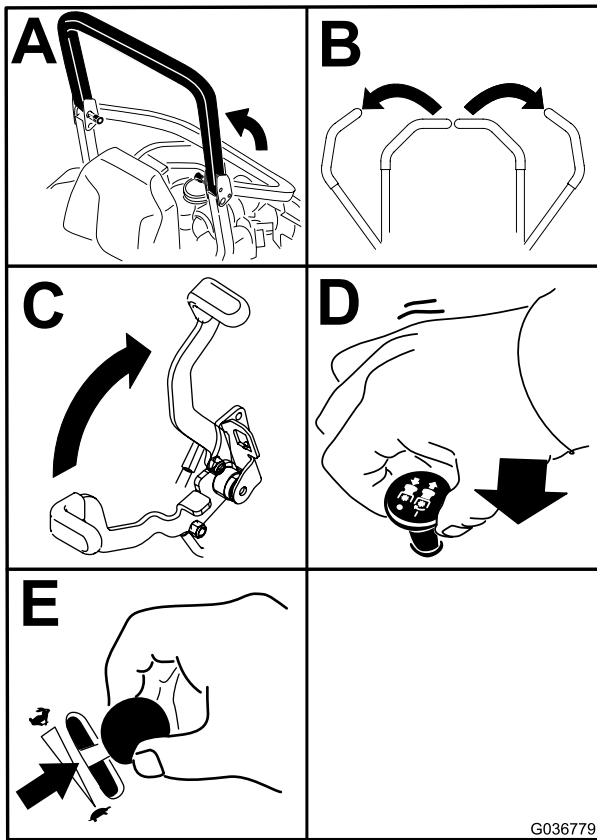

Figure 24
4. Placez la commande des lames (PDF) en position DÉSENGAGÉE (Figure 24).